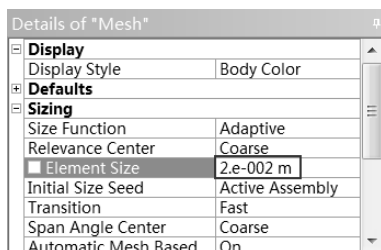

图 6-74 设置网格尺寸
Step5：在网格参数设置列表中单击 Details of “Mesh” 栏中的 Sizing 选项，在 Element Size 选项中输入 0.02，如图 6-74 所示。